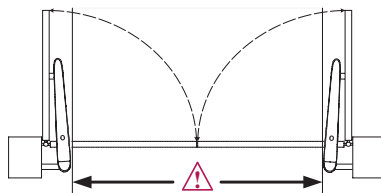

Рисунок 7. Ширина проезда при открытии ворот наружу
- учтите, что при открытии створки наружу ширина проезда может быть уменьшена, так как приводы выступают в сторону проезда (рис. 7).